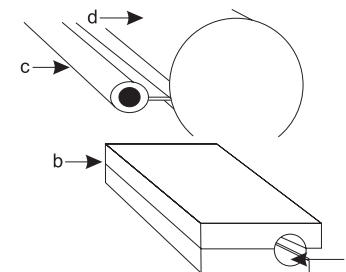

Рис. 4
Установите сиденья (Рис. 4).
- Установите сиденья (Рис. 4).
Если Ваша лодка оборудована системой подвижных сидений, то установите их по следующему чертежу (рис. 4).